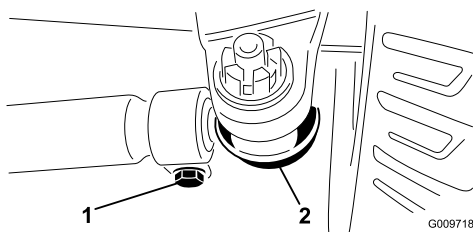

Figure 48
2. Pour le régler, retirez la goupille fendue et l'écrou de l'une des rotules de biellette (Figure 48). Déposez la rotule de biellette du support du corps d'essieu.
3. Desserrez les fixations aux deux extrémités des biellettes (Figure 48).